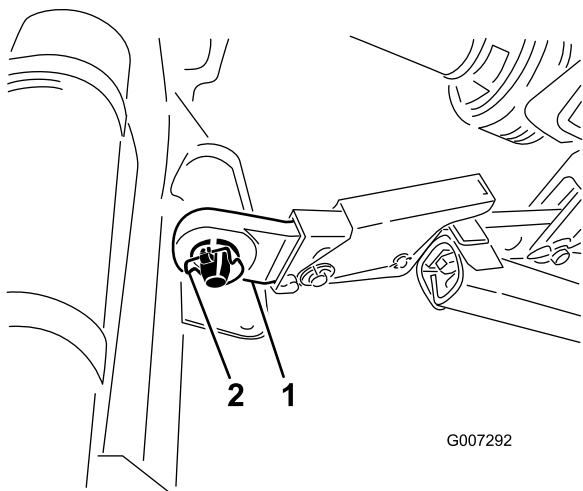

Figura 6
- Inserir os braços de articulação inferiores direito e esquerdo nos pinos de engate (Figura 6).
- Prenda os braços de articulação inferiores aos pinos de engate com pinos de sujeição (Figura 6).